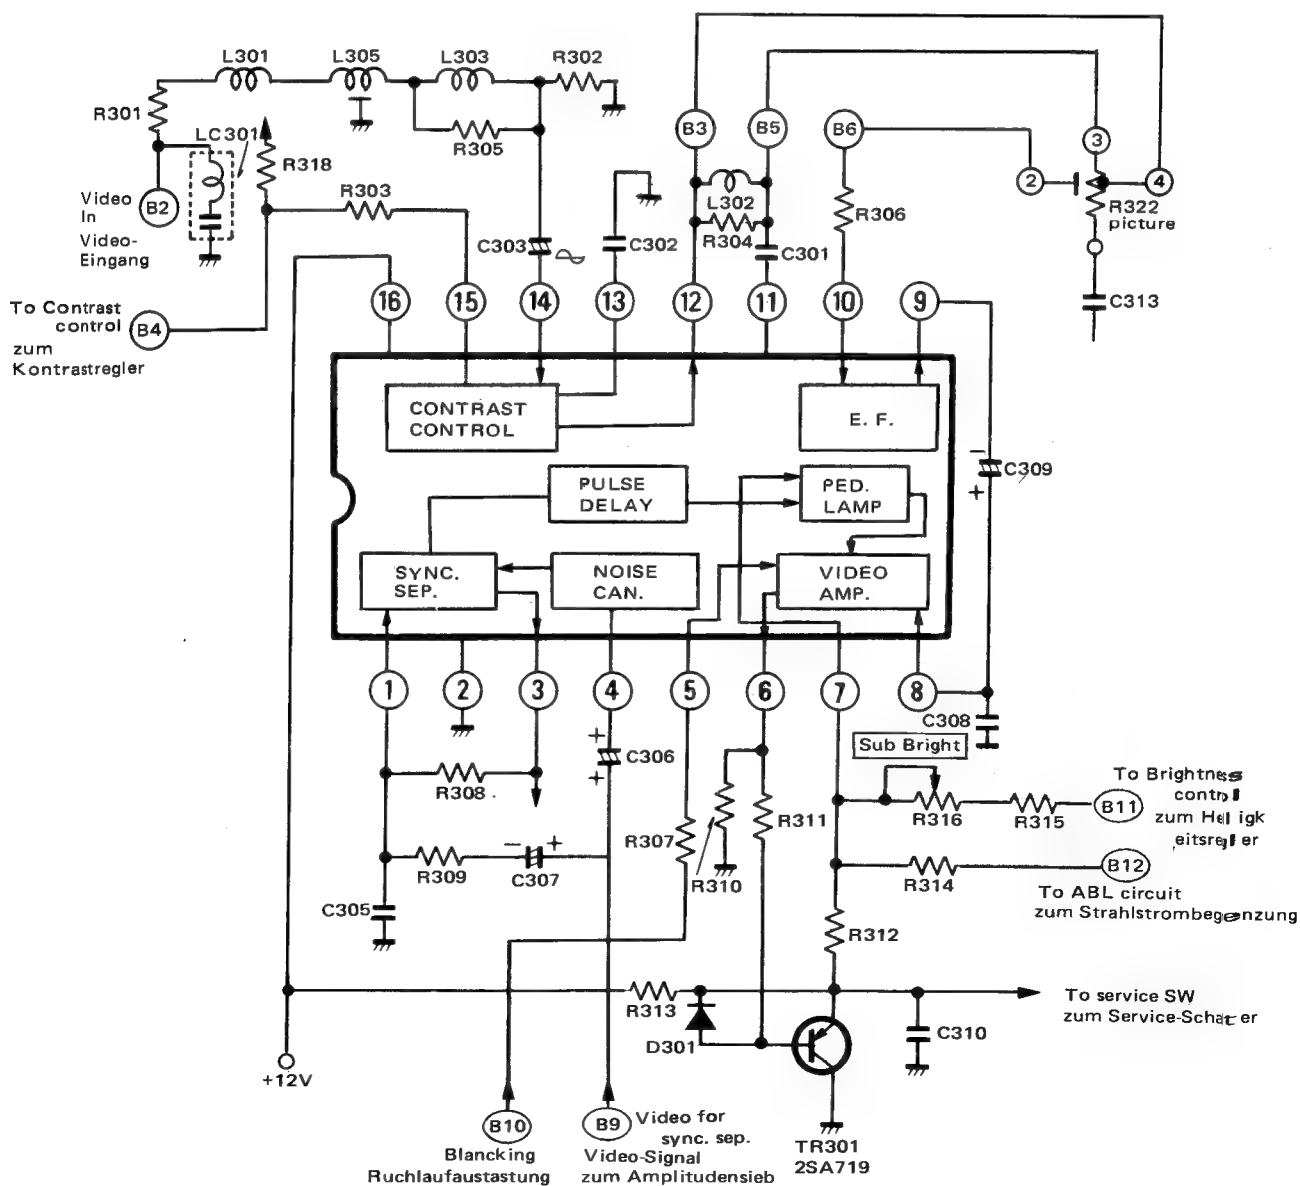

Fig. 53 Abb. 53
1. Video input circuit (See Fig. 53)
1. Video-Verstärker (s. Abb. 53)